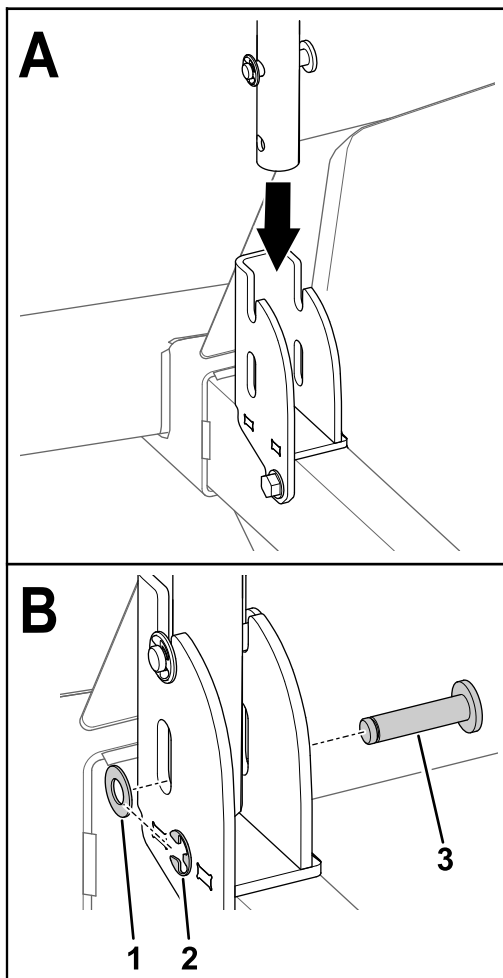

Figura 5
1. Alinee el orificio inferior del asidero con la ranura cerrada del soporte del asidero, tal y como se muestra en la Figura 5.
2. Inserte el pasador ranurado a través de la ranura del soporte y del orificio del asidero (Figura 5).